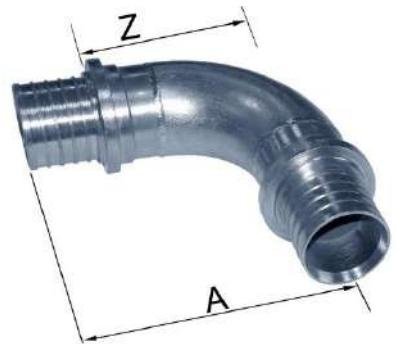

Рис.11. Угольник
3.2.5. Угольник 90° (см. рис. 11) применяется при поворотах тепловой сети в случаях ограниченного радиуса изгиба (минимальные радиусы изгиба для трубопроводов ТВЭЛ-ПЭКС представлены в таблице 1), при поворотах в непроходном канале при невозможности демонтажа стенок каналов. Является пресс-соединением, необходима комплектация монтажными гильзами из нержавеющего материала (нерж. ст., латунь).